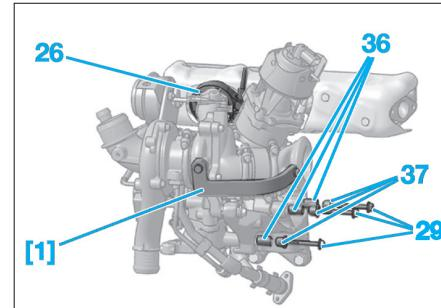

Fig. 60
- la bague fendue (36),
- l'entretoise (37),
- la vis (29).
- Serrer à la main les colliers (25) et (26).
- Reposer et serrer à la main (Fig.60) :
- les bagues fendues (36),
- les entretoises (37),